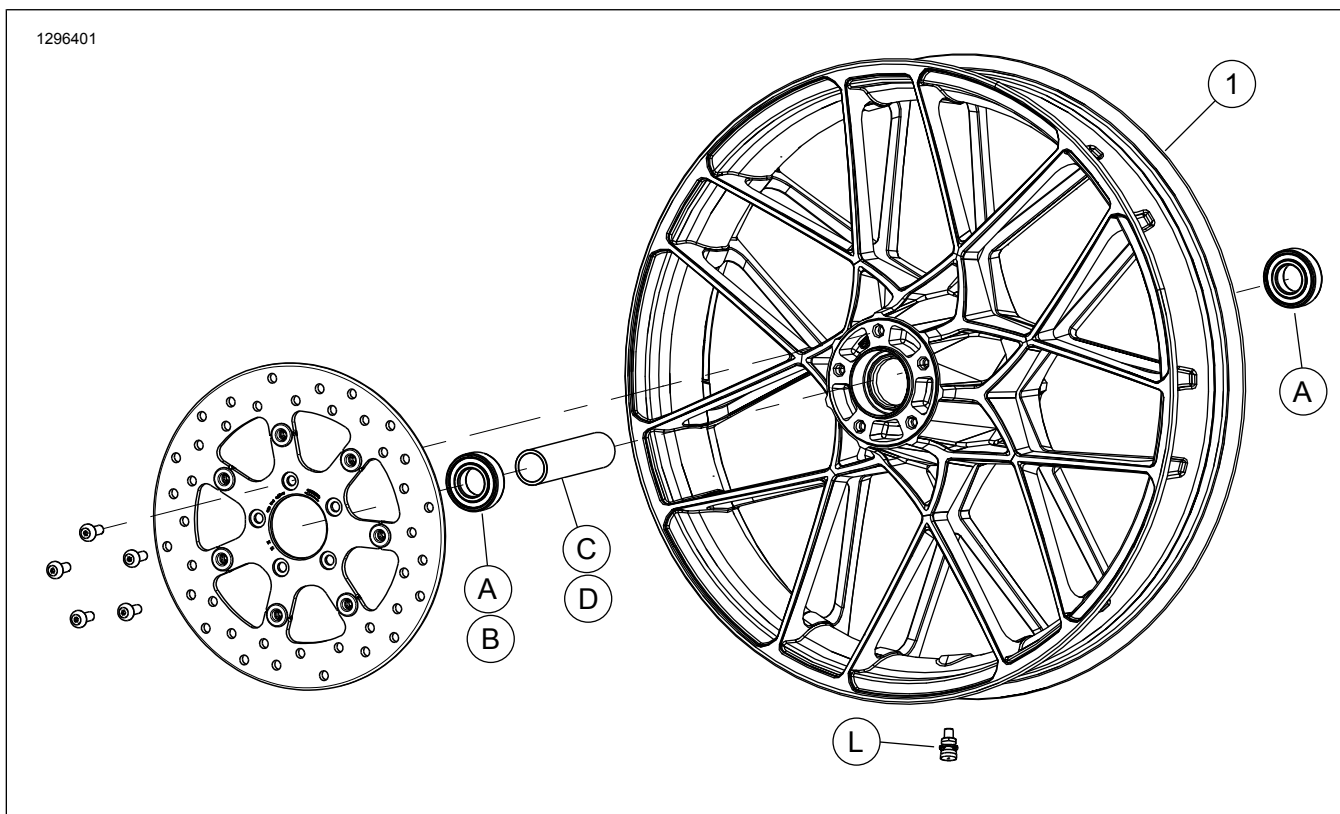

Figura 2. Piezas de servicio: Rueda delantera
Este kit incluye solamente la rueda Custom. Consulte la Figura 2 y la Tabla 2.
2. Ver Figura 2 . Instale el conjunto del vástago de la válvula (L) en la rueda. Consulta el manual de servicio.